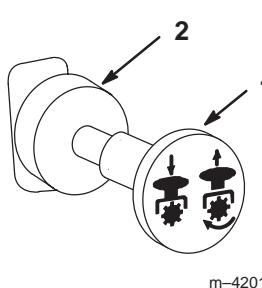

Figure 10
- Placez la commande de prise de force (PDF) en position désengagée (Fig. 10).